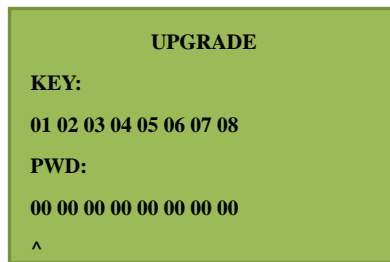

图 2.8.2 远程升级
**第二步：**通过移动键▲▼，移动选单至第四项 UPGRADE，按 ENT 进入“图 2.8.2”所示界面。